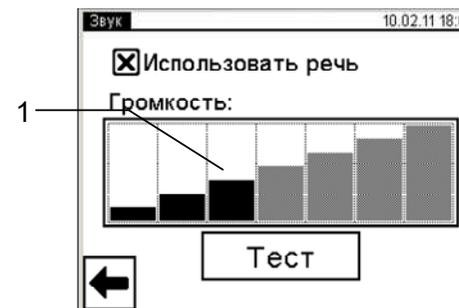

Рисунок 6.9
2) Перейти в окно "Звук", для чего в окне "Настройка" нажать на строку "Звук", на экране появится окно "Звук" (рисунок 6.9).